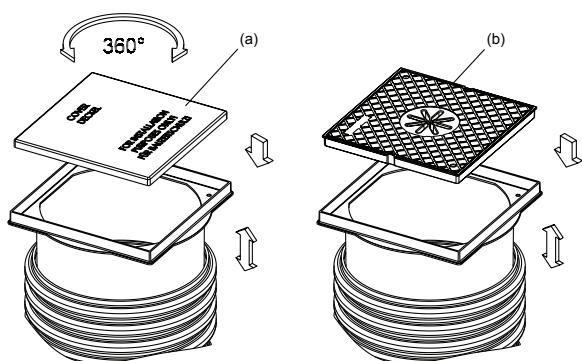

Bild 4: Montering av övre beslag
1. Placera det vita installationslocket av plast (a) i det övre beslagets ram. Locket tål endast fotgängartrafik (se bild 4).